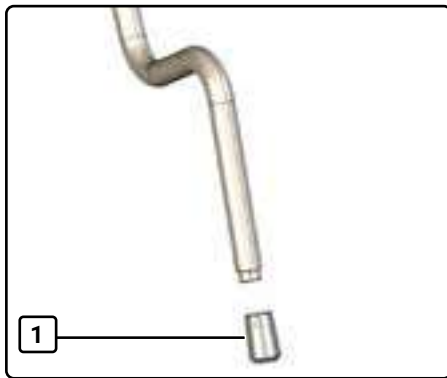

Abb. 12 Düse des Dampfrohrs, demontiert
2. Düse (1, Abb. 12) des Dampfrohrs mit der Hand abschrauben und zur Seite legen.